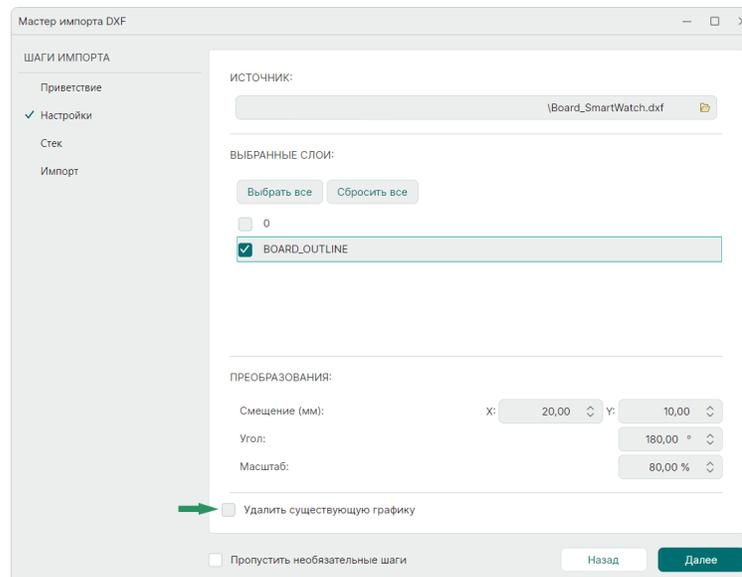

Рис. 82 Выбор слоев для импорта
6. При необходимости внесения изменений в импортируемые объекты установите соответствующие параметры в разделе «Преобразования» и нажмите «Далее», см. Рис. 82.